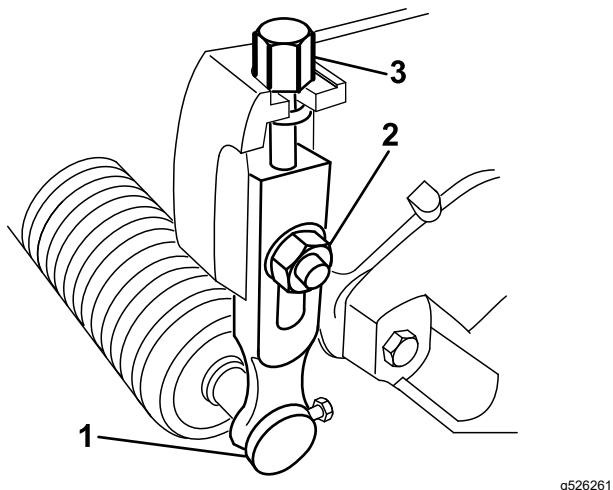

図 10
1. 刈り高アームをカッティングユニットのサイドプレートに固定しているロックナットをゆるめる図 10。